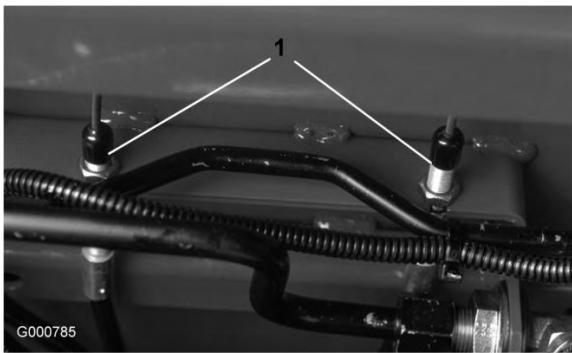

図 76
2. ブレーキの踏みしろの遊びを減らすには、まず、ブレーキ・ケーブル（図 76）の端にある前ナットをゆるめる。次に、後ろナットを締めてケーブルを後ろへ引く。行きしろが 13 mm～25 mm になるように調整する。調整ができたら前ナットを締める。